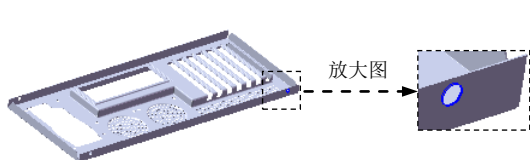

图 17.7.90 创建孔 4
Step22. 创建图 17.7.90 所示的孔 4，深度类型为**成形到下一面**。